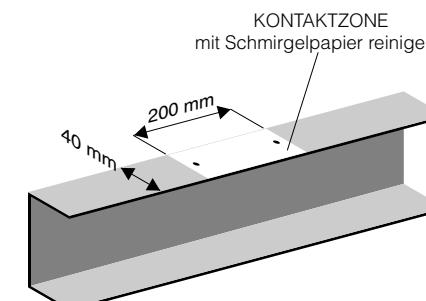

Abb. 4
4. Vor dem Befestigen der LLEC5F sollte die Oberfläche, grob gereinigt werden (Abb.: 4), da diese eben und rostfrei sein muss.